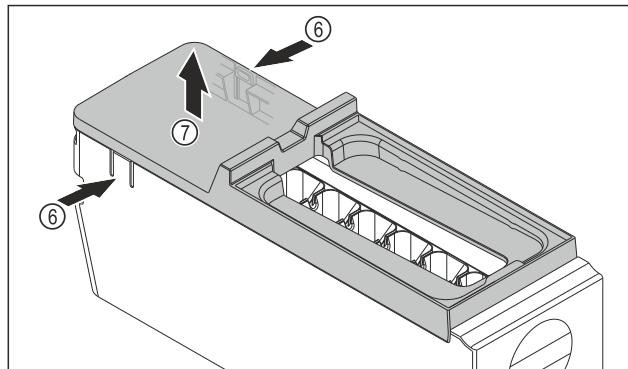

Fig. 107
- Снимите крышку корпуса EasyTwist-Ice: Надавите рукой на накладки Fig. 107 (6) с обеих сторон корпуса EasyTwist-Ice.
- Другой рукой снимите крышку Fig. 107 (7) по направлению вверх.